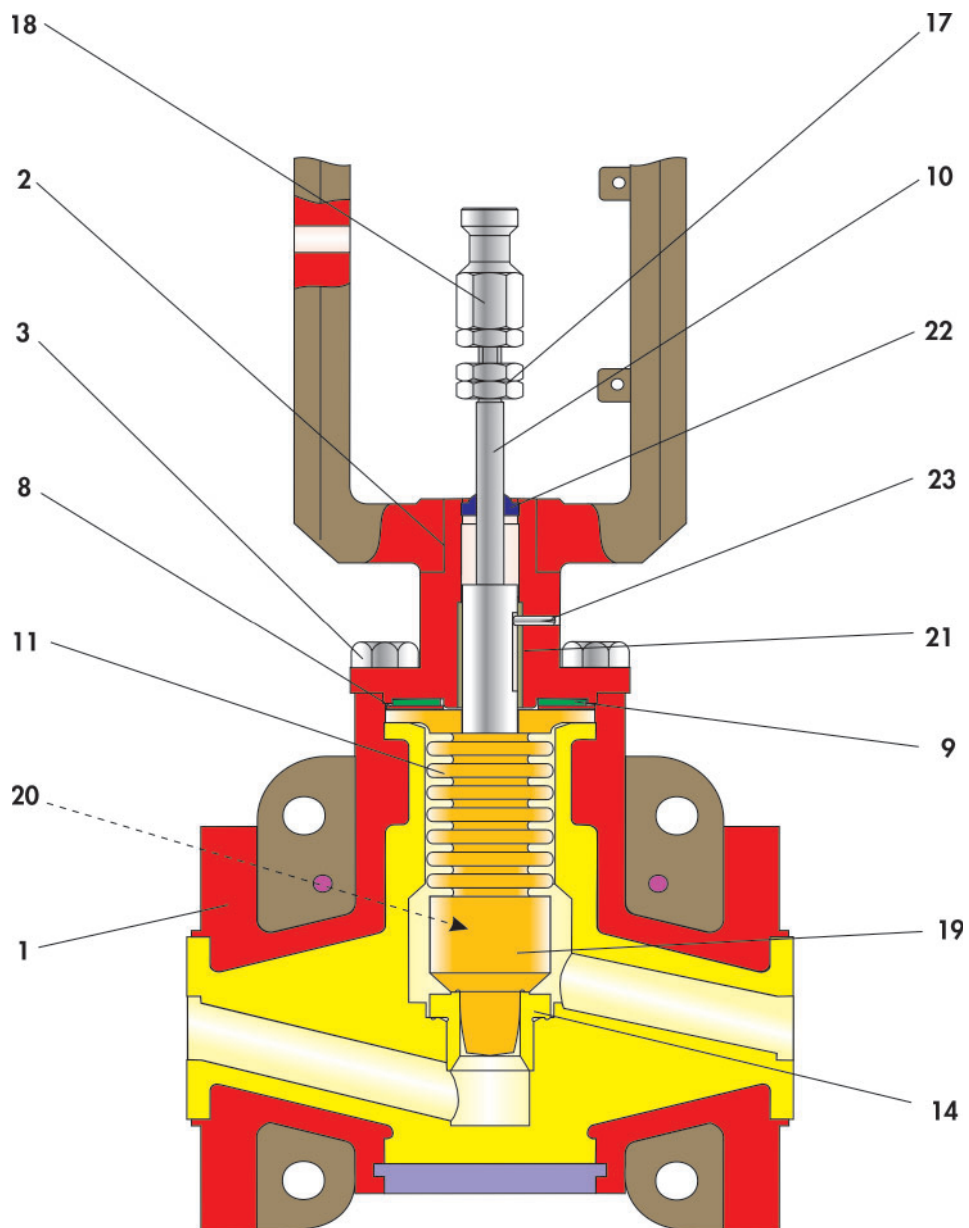

Bild 3-2: Schnitt durch ein Mikroventil bis Baujahr 2015
- ⇒ Kegel (19) auf Faltenbalg (11) schieben.
- ⇒ Verbindung zwischen Kegel und Faltenbalg mit einer bis zum Anschlag eingeschobenen PTFE-Schnur (20) sichern. Den überstehenden Rest der Schnur mit einem scharfen Messer bündig abschneiden.
- ⇒ Druckscheibe (8) und Tellerfeder (9) auf die Oberseite des Flansches der Balgeneinheit (11) platzieren. Anordnung der Bauteile ist der Zeichnung Bild 3-2 zu entnehmen.